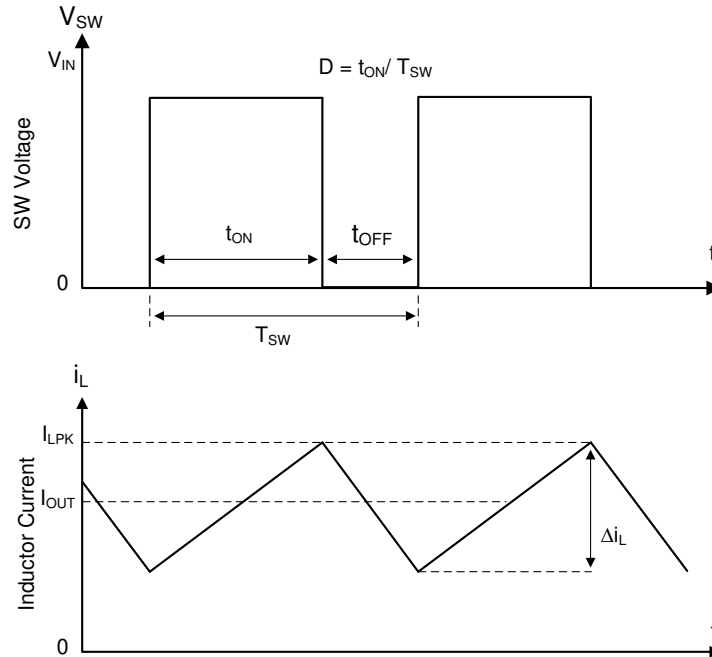

图 7-1. 连续导通模式 (CCM) 下的 SW 节点和电感器电流波形
LMR51603-Q1 的以下运行说明涉及 功能方框图 和 图 7-1 中的波形。LMR51603-Q1 是一款同步降压转换器，具有集成式高侧 (HS) 和低侧 (LS) 开关 (同步整流器)。LMR51603-Q1 通过使用受控的占空比打开高侧和低侧 NMOS 开关，来提供稳定的输出电压。高侧开关导通期间，SW 引脚电压上升至约 V_{IN} ，电感器电流 i_L 以线性斜率 $(V_{IN} - V_{OUT})/L$ 增加。当高侧开关被控制逻辑关闭时，低侧开关在经过反击穿死区时间后将会导通。电感电流通过低侧开关以斜率 V_{OUT}/L 放电。降压转换器的控制参数为占空比 $D = t_{ON}/T_{SW}$ ，其中 t_{ON} 是高侧开关导通时间， T_{SW} 是开关周期。转换器控制环路通过调整占空比 D 来维持恒定的输出电压。在可忽略损耗的理想降压转换器中， D 与输出电压成正比，与输入电压成反比： $D = V_{OUT}/V_{IN}$ 。